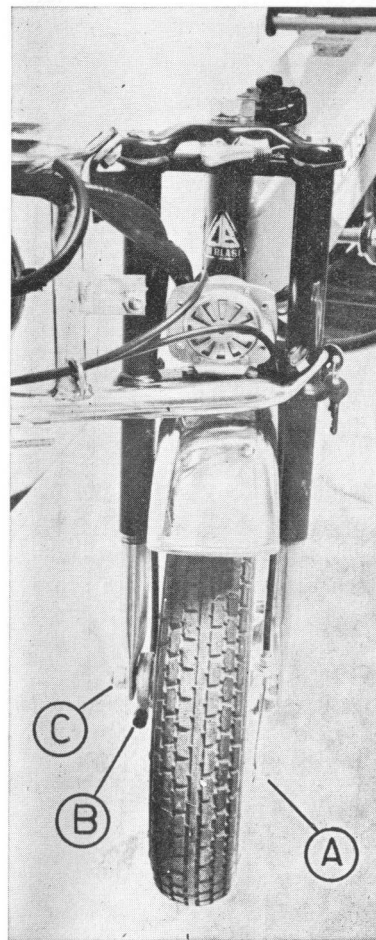

fig. 19
- Scollegare il cavo del freno dal portaceppi (fig. 19-A).
- Scollegare il cavo di trasmissione del tachimetro (per i modelli che ne sono equipaggiati) (fig. 19-B);
- Svitare i dadi di fissaggio alla forcella (fig. 19-C);